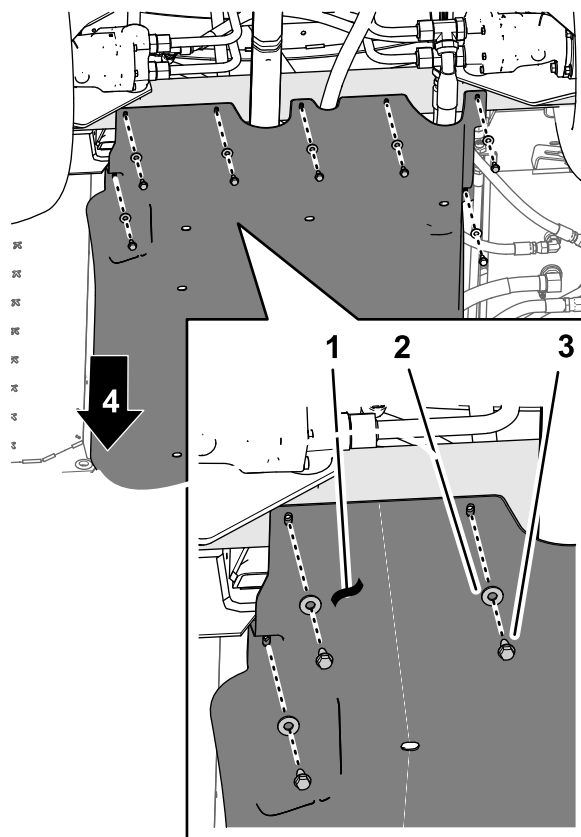

Figure 180
- Alignez les trous dans la partie arrière du carénage de soubassement et les trous dans le châssis (Figure 180).
- Fixez la partie arrière du carénage de soubassement au châssis à l'aide des 7 boulons à embase (5/16" x 7/8") et des 7 rondelles (5/16") que vous avez retirés à l'opération 1 de 12 Dépose du kit carénage de soubassement en option (page 25) (Figure 180).